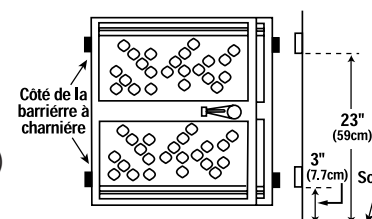

Figure 8
- Placer la barrière de façon que la poignée de verrouillage soit à l'opposé de la zone accessible à l'enfant. Déterminer de quel côté la barrière pivotera (Fig. 8).
- Enlever la pellicule protectrice du tampon adhésif d'un support pour entrée de porte (ou pour rampe) et, le U à l'endroit, coller le support sur le mur ou le montant d'angle de la rampe à 7,7 cm (3 po) du plancher (mesurer à partir de la bordure inférieure du support). Consulter la figure 8. S'assurer d'abord que la surface est propre (exempte de poussière, d'huile, etc.) Installer le second support à 59 cm (23 po) du plancher (mesurer à partir de la bordure inférieure du support).